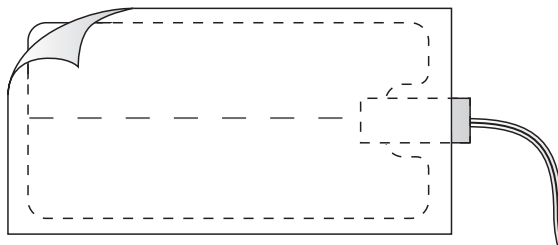

Figura 4-5. Retire con cuidado la cubierta de la placa de toma de tierra para paciente.
2. Retire lentamente la cubierta de plástico para dejar expuesta el área conductora/adhesiva sin que se formen pliegues en la superficie de la placa de toma de tierra para paciente (Figura 4-5). Deseche la cubierta de plástico.